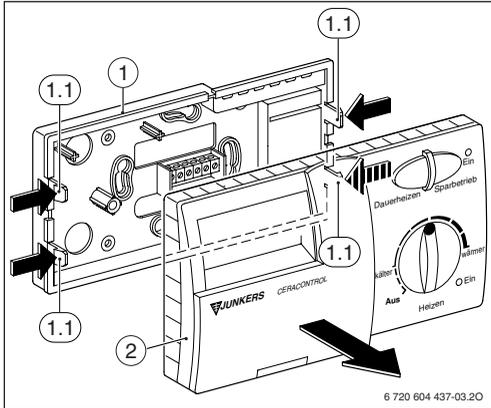

Bild 16
**Legende zu Bild 16 und 17:**